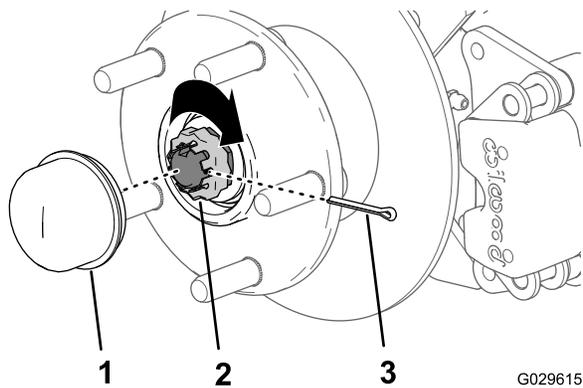

Figura 33
- Instale o retentor por cima da porca e verifique o alinhamento da ranhura no retentor e o orifício no eixo para o contrapino (Figura 33).
- Coloque o contrapino e dobre as pernas em torno do retentor (Figura 33).
- Coloque o tampão antipoeira no cubo (Figura 33).